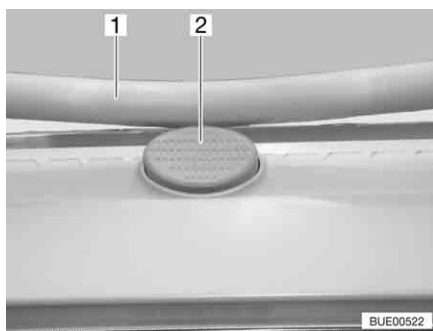

Fig. 67 Bouton de sûreté sur le lanterneau Heki
- Appuyer sur le bouton de sécurité (Fig. 67,2) et tirer l'étrier (Fig. 67,1) vers le bas avec les deux mains.
- Pousser l'étrier vers le haut avec les deux mains jusqu'à ce que ce dernier se trouve au-dessus du bouton de sûreté (Fig. 67,2).